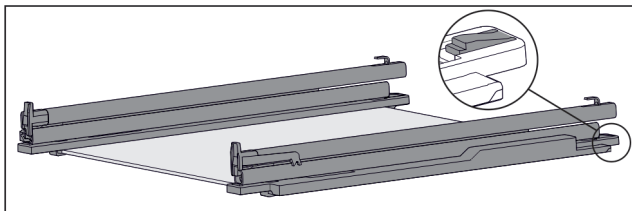

Fig. 126 Ripiano in vetro con guide e fermi
- ▶ Premere il fermo sul lato posteriore (vedere Fig. 126) e allo stesso tempo spingere la guida all'indietro.